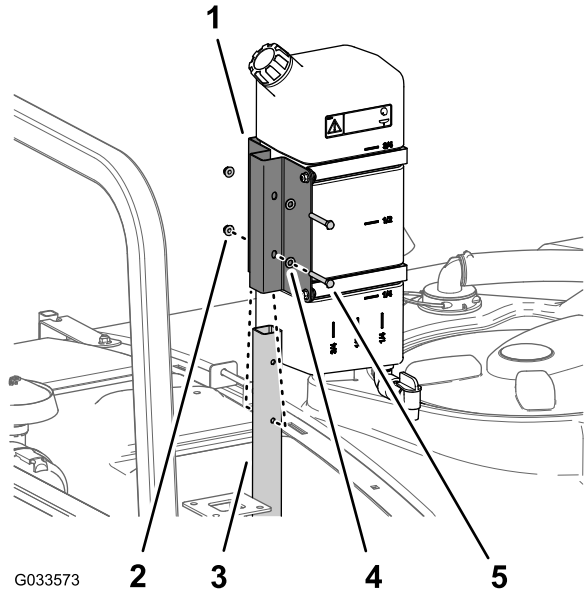

Figure 47
1. Fixez le réservoir d'eau douce et son support sur le tube de support à l'aide des 2 boulons (5/16 x 2 1/4") et des 2 contre-écrous à embase (5/16"), comme montré à la Figure 47.